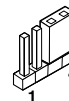

**Abbildung 4 — Einstellen der Brücken zur Pegel und Frequenzgang korrektur**
1. Die Abdeckplatte vom Gehäuse abnehmen, indem die vier in Abbildung 4 gezeigten Schrauben entfernt und die beiden abgebildeten Schrauben gelöst werden. Die Ausgangskabel nicht aus dem Gehäuse ziehen.
2. Am breiteren der beiden Leiterplatten, die an der Rückseite der Frontplatte befestigt sind, befinden sich die Brücken zur Pegel- und Frequenzgangkorrektur (siehe Abb. 4). J16 steuert den blauen, J17 den roten und J18 den grünen Farbkanal.